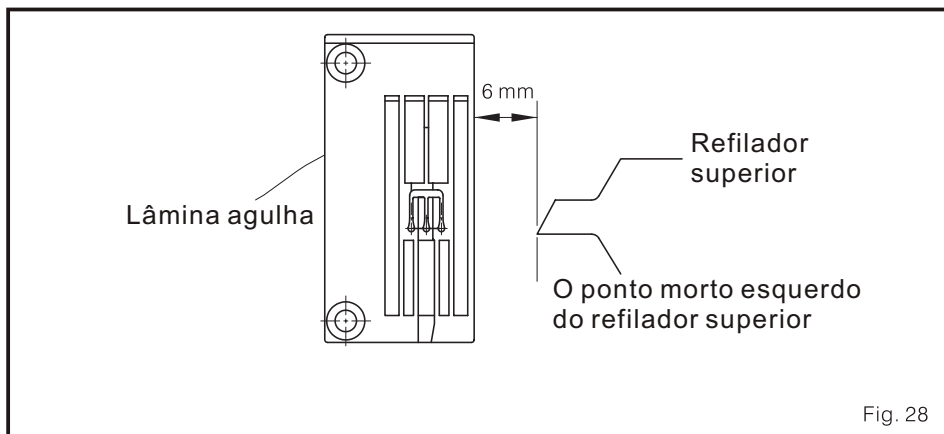

Fig. 28
3. A posição da chapa de agulha. Os refiladores superior e inferior moverão junto desde o lado direito da lâmina agulha próximo 6 mm, e então eles pararão. Depois disto, o refilador inferior moverá à esquerda. (Fig. 28)